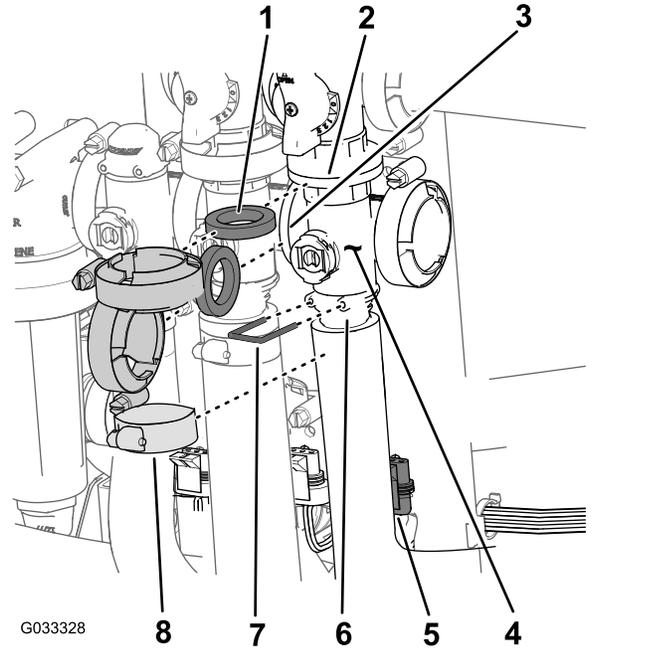

図 72
1. マスターブームバルブ用のマニホルド 図 72 をマスターブームバイパスバルブ、攪拌バルブ、マスターブームマニホルドバルブフローメータ用ホースの端部に固定しているクランプとガスケットを外す。
2. マスターブームバルブ用のマニホルドに出口フィッティングを固定しているリテーナを外す 図 72。